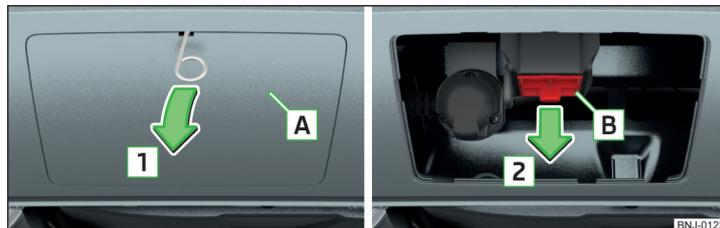

Fig. 154 Rimuovere la calotta di copertura: sul parafanghi posteriore / per il pozzetto di alloggiamento
- Rimuovere la calotta di copertura **A** » fig. 154 in direzione della freccia **1** utilizzando la staffa per la rimozione dei copriruota integrali inclusa nell'attrezzatura di bordo » pag. 173.
Dopo averli rimossi, conservare il coperchio **A** e **B** » fig. 154 in un posto idoneo all'interno bagagliaio.
➤ Inserire la calotta di copertura **B** » fig. 154 a pag. 133 in direzione opposta a quella indicata dalla freccia **2**.
➤ Attaccare la calotta di copertura **A** » fig. 154 a pag. 133 dai "gancetti" presenti nella parte inferiore del parafranghi.